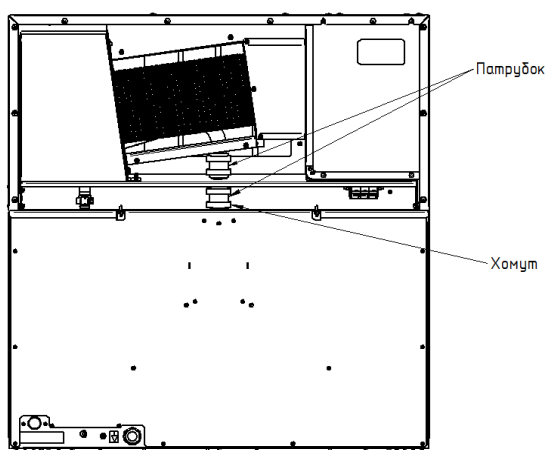

Рисунок 13
1.3. Соединить трубу ЗВВ-4-6/4ПМ.03.00.007 с трубой ЗВВ-4-6/4ПМ.03.00.006 установив между ними патрубок ЗВВ-4-6/4ПМ.00. 00.006 стянуть хомутами 32-50 KOVOPOL, закрыть крышку. (см. Рисунок 13 и 14);